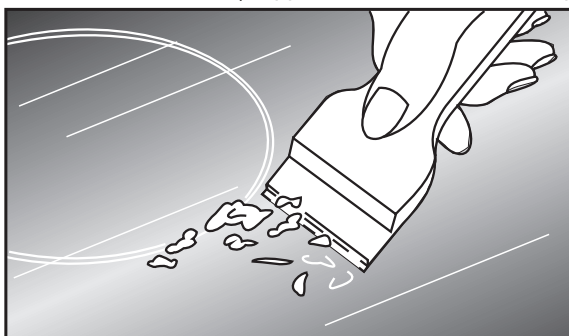

Рис. 22
- Если случайно к поверхности стеклокерамического стола прикипит сахар – его следует немедленно удалить с помощью скребка, входящего в комплект плиты (рис.22).